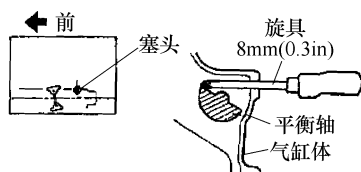

图9-5 拆卸塞头
- 6) 拆卸机油泵正时齿轮螺母时先将气缸体左侧堵塞拆除后，使用直径8mm(0.3in)的旋具插入60mm(2.36in)以上，以便固定左侧平衡轴，如图9-5所示。